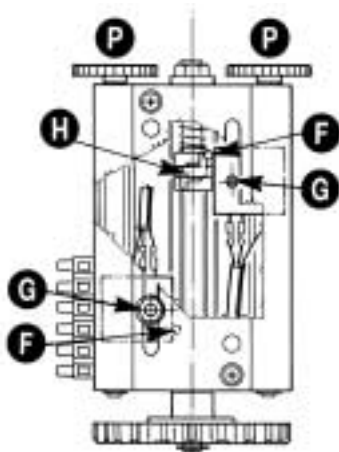

Fig. 7
Para el ajuste (fig. 7): desbloquear las tuercas G.
- 1 - **Tras haber colocado las levas de tope de recorrido en la cremallera (Fig.7 Pág.4)** poner el DIP1 en posición ON. El piloto DL5 comienza a parpadear.